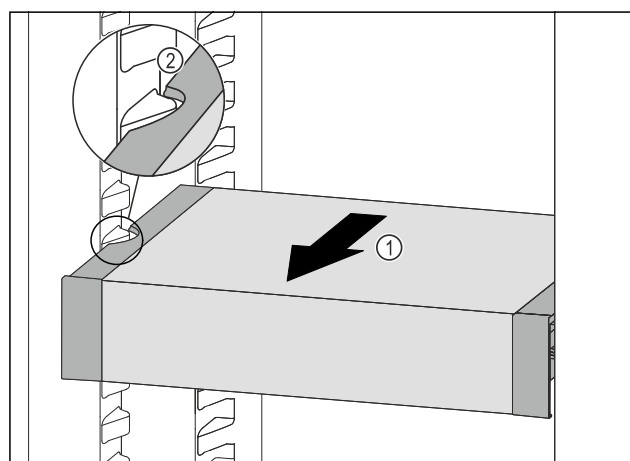

Fig. 57
- ▶ Predal VarioSafe povlecite v smeri naprej Fig. 57 (1), dokler nista stranska izreza predala VarioSafe na višini nastavka za posodo v hladilniku. Fig. 57 (2)